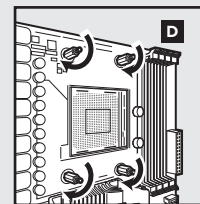

figure 2
- Attach the provided AMD standoff (figure 2).
- Tighten all four screws until firmly secure (figure 2).
Fixez les entretoises AMD fournies (figure 2).
Serrez les quatre vis jusqu'à ce qu'elles ne puissent plus bouger (figure 2).
Befestigen Sie den im Lieferumfang enthaltenen AMD-Abstandhalter (abbildung 2).
Ziehen Sie alle vier Schrauben fest (abbildung 2).
Bevestig de meegeleverde AMD-afstandschroeven (afbeelding 2).
Draai alle vier de schroeven stevig aan totdat ze goed vastzitten (afbeelding 2).
Zamocuj śruby dystansowe AMD (rysunek 2).
Mocno dokręć wszystkie cztery śruby (rysunek 2).